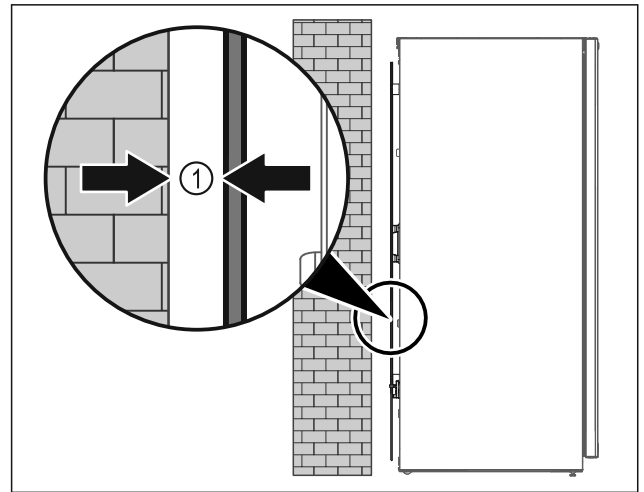

Fig. 51
- ▶ Τοποθετήστε τη συσκευή είτε ελεύθερη στον χώρο είτε απευθείας σε έναν τοίχο σε ελάχιστη απόσταση 5 mm Fig. 51 (1).